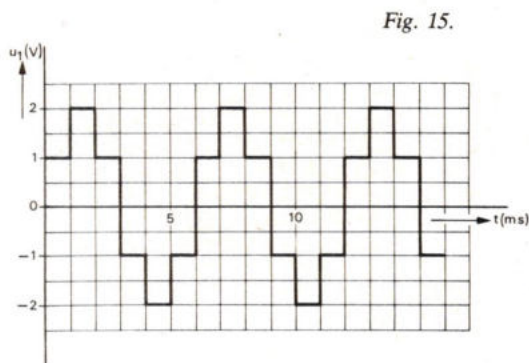
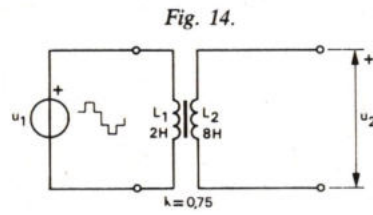

Fig. 15.
Fig. 14.
4. De schakeling van fig. 14 bevat twee gekoppelde verliesvrije spoelen. u_1 verloopt volgens fig. 15.